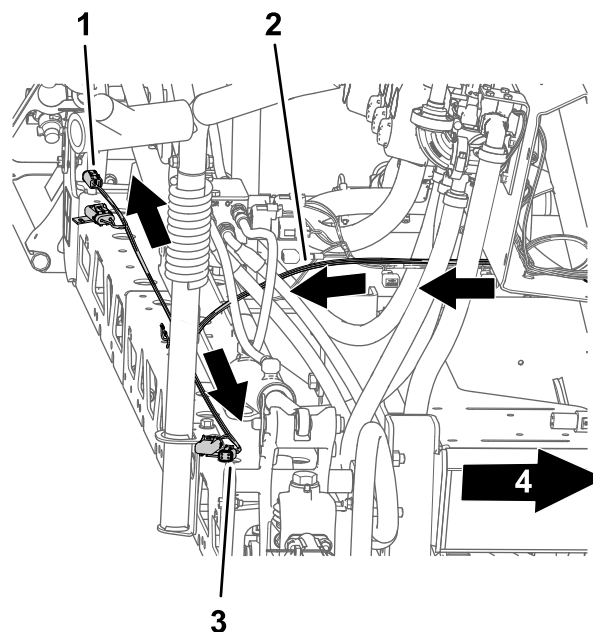

**Figure 44**
1. Acheminez les branches et la partie principale du faisceau de câblage vers le haut sur la section de pulvérisation centrale, comme montré à la Figure 43 et la Figure 44.
2. Attachez le faisceau de câblage du kit au faisceau arrière de la machine avec un serre-câble, comme montré à la Figure 44.